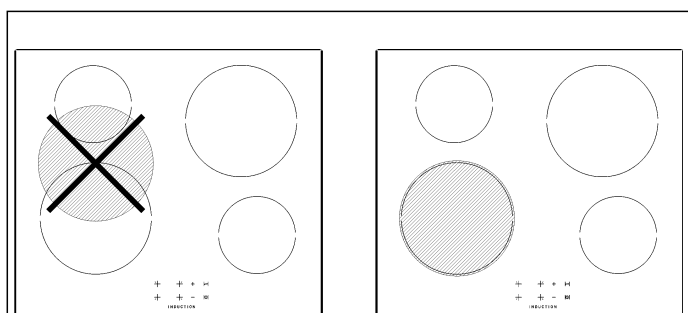

Рис. 2
- Ставьте кастрюли точно по центру нагревательных элементов (рис. 2). В случае неправильной центровки кастрюли в соответствующей маркированной зоне или ее снятия с варочной панели без выключения нагревательного элемента по